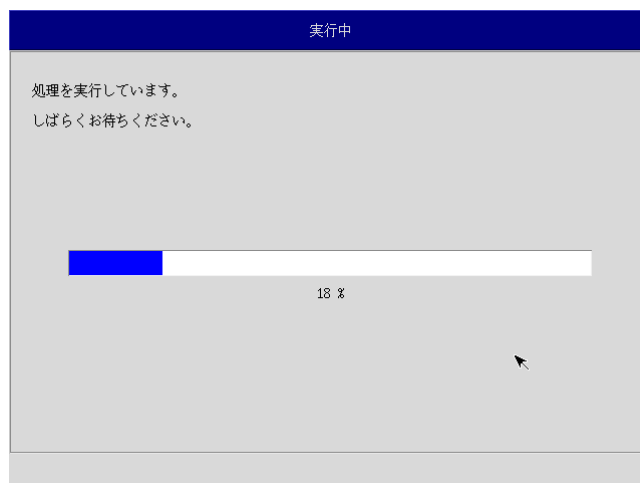

図 6-2-6. 実行中画面
- ⑨ 処理が始まります（図 6-2-6）。実行中は DVD ドライブを外したり、電源を落としたりしないでください。